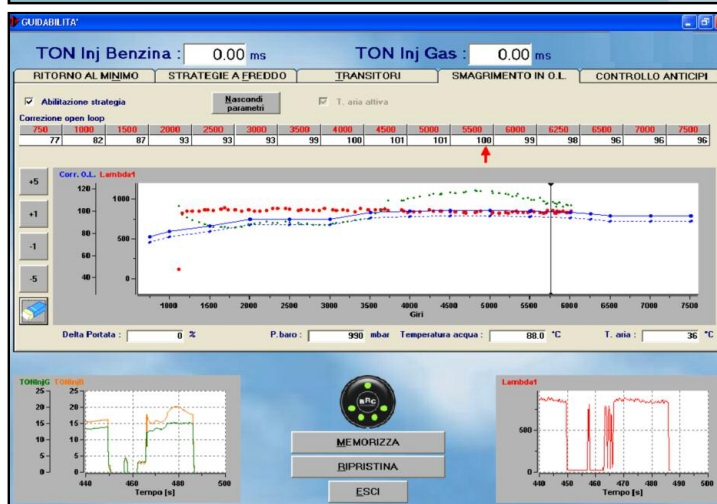

fig. 5-18
- Il risultato ottenuto è visibile in fig. 5-18, in cui si vede nel grafico centrale la comparsa di punti rossi di grossa dimensione e di punti verdi più piccoli.
- Se i punti verdi sono al di sopra del grafico in blu linea continua (come nel caso di fig. 5-18, sopra i 3500 giri/min), la strategia smagrisce effettivamente, portando la quantità di carburante al livello dei punti blu invece che a quello dei punti verdi.
- Per i regimi in cui i punti verdi sono più bassi del grafico blu linea continua (fig. 5-18, sotto i 3000 giri/min), invece, lo smagrimento non avviene e la quantità di gas è quella voluta dalla centralina benzina.